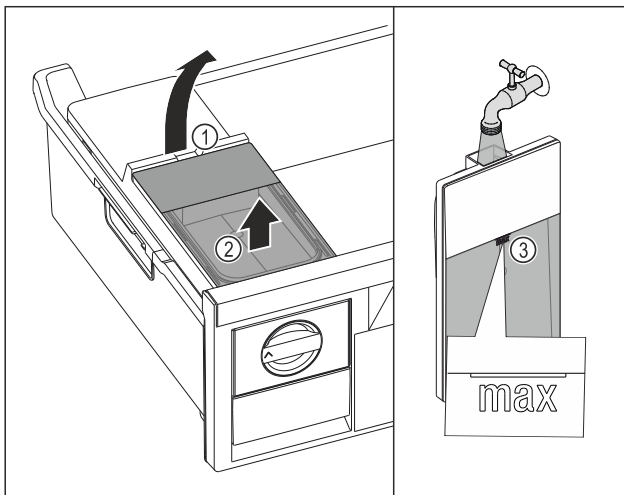

Fig. 109
- ▶ Ridicați rezervorul de apă de la degajare Fig. 109 (1).
- ▶ Scoateți rezervorul de apă în sus. Fig. 109 (2)
- ▶ Umpleți rezervorul de apă până la marcaj Fig. 109 (3) cu apă potabilă.